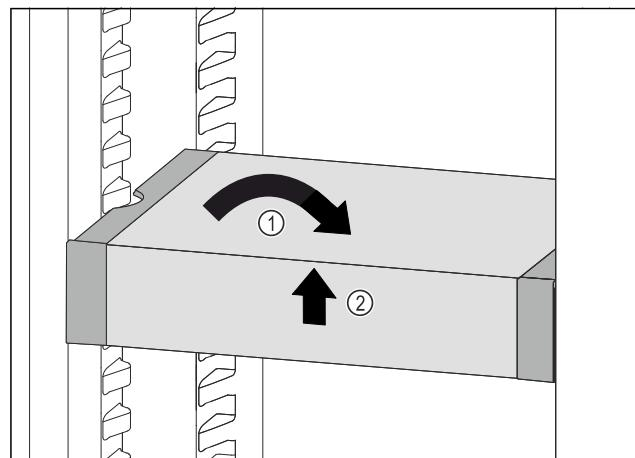

Fig. 108
- ▶ 将 VarioSafe 放平。Fig. 108 (1)
- ▶ 抬起 VarioSafe 前部。Fig. 108 (2)